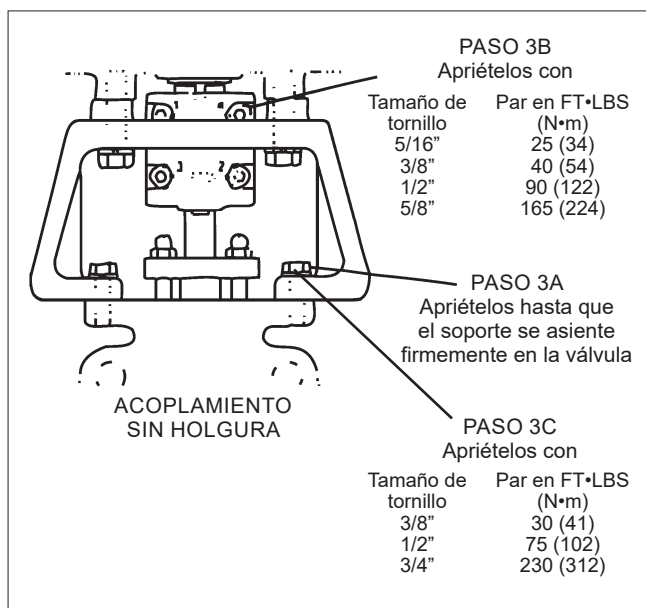

Figura 16
4. Baje el actuador y el soporte sobre la válvula mientras conecta el impulsor del vástago del actuador al acoplamiento. Apriete los tornillos lo suficiente para fijar firmemente el soporte a la válvula. Ello debe permitir que el soporte se desplace y permita que el acoplamiento alinee la válvula y los ejes del actuador (**consulte la figura 16, paso 3A**).
5. Apriete los tornillos de acoplamiento sin holgura con los pares indicados en la **figura 16, paso 3B**. Utilice la secuencia alternativa que se muestra.
7. Apriete completamente los tornillos que sujetan el soporte a la válvula, como se muestra en la **figura 16, paso 3C**.
8. Vuelva a comprobar los pares de apriete de los tornillos de acoplamiento sin holgura conforme a los pares indicados en la **figura 16, paso 3B**. Utilice la secuencia alternativa que se muestra.